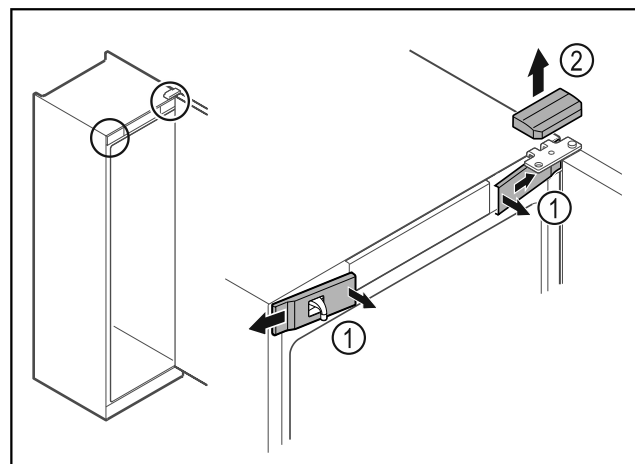

Fig. 16
- ▶ Disinnestare le coperture anteriori Fig. 16 (1) dall'interno ed estrarle lateralmente.
- ▶ Rimuovere la copertura superiore Fig. 16 (2) sollevandola verso l'alto.